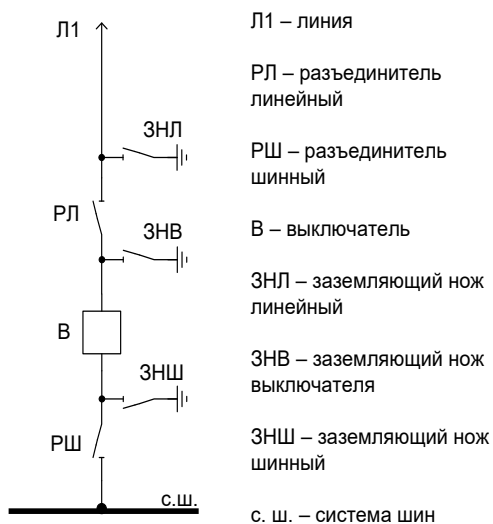

Рис. 1.
5. Укажите правильную последовательность действий при вводе линии Л1 в работу (рис. 1), последовательность действий следующая: